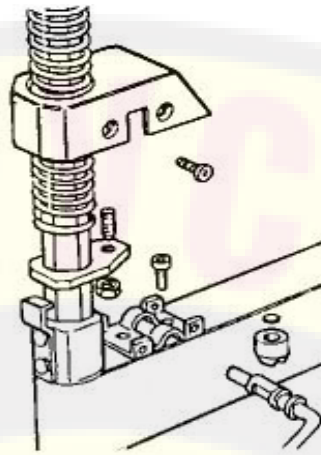

рис.10
7). Если блокировка не фиксирует ось, либо насадка не поднимается хотя бы на 1/8" над ободом колеса, что необходимо для работы, отрегулируйте гайки как показано на рис.10